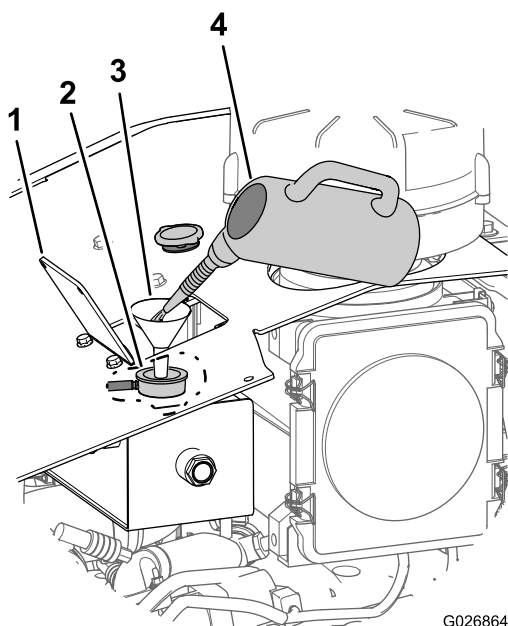

Figura 102
- B. Aggiungete una soluzione detergente per impianti di raffreddamento all'impianto di raffreddamento attraverso il collo del serbatoio di recupero (Figura 102).